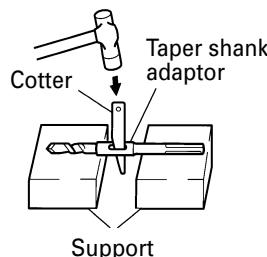

Fig. 11
- (2) Mettre l'appareil sous tension et percer un trou de base.
(3) Après avoir retirer la poussière avec une seringue, fixer le mandrin à la pointe du sabot et l'enfoncer dans le sabot avec un marteau.
(4) Pour retirer la mèche à queue conique, insérer une clavette dans la fente du raccord de queue conique et frapper sur la clavette avec un marteau. (Fig. 11)